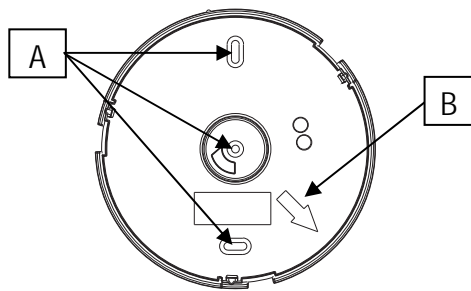

Fig. 2
- 2) Fissate la base del sensore a soffitto utilizzando le predisposizioni "A" (fig. 2), posizionandola in modo che la freccia "B" (fig. 2) sia in direzione della centrale.